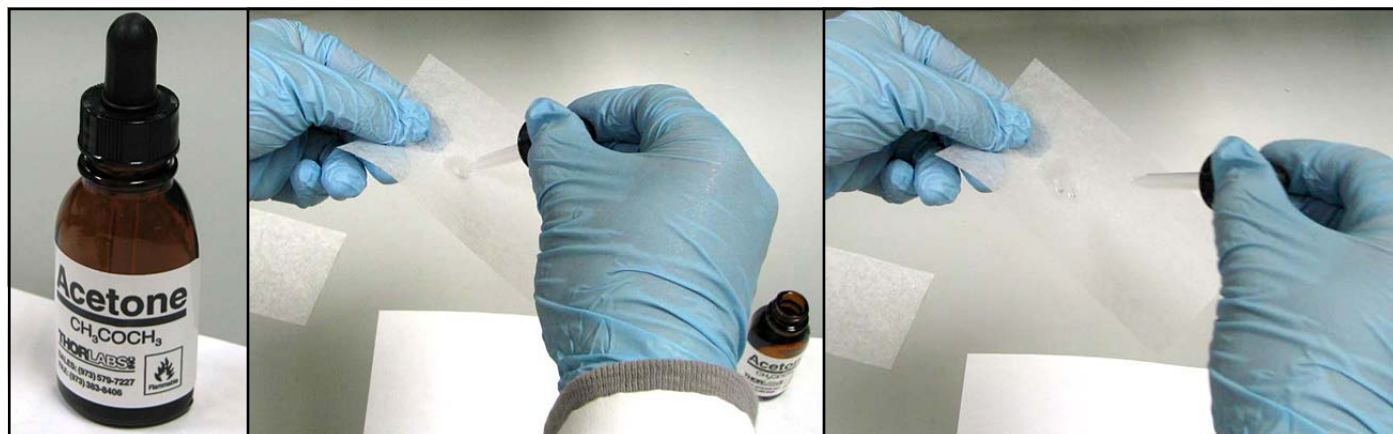

図 88: 分析用アセトンの使用
4. レンズ用ティッシュの一部を、極少量の分析用アセトンで湿らせます（レンズ用ティッシュがわずかに濡れる程度）。通常は、1滴のアセトンで十分です。レンズ用ティッシュを傾け、アセトンの液滴がティッシュの長手方向に沿ってレンズペーパーに吸収されるようにします（下の図88を参照）。
6. レンズ用ティッシュの一部を、極少量の分析用アセトンで湿らせます（レンズ用ティッシュがわずかに濡れる程度）。通常は、1 滴のアセトンで十分です。レンズ用ティッシュを傾け、アセトンの液滴がティッシュの長手方向に沿ってレンズペーパーに吸収されるようにします（下の 105 ページの図 88 および図 94 を参照）。